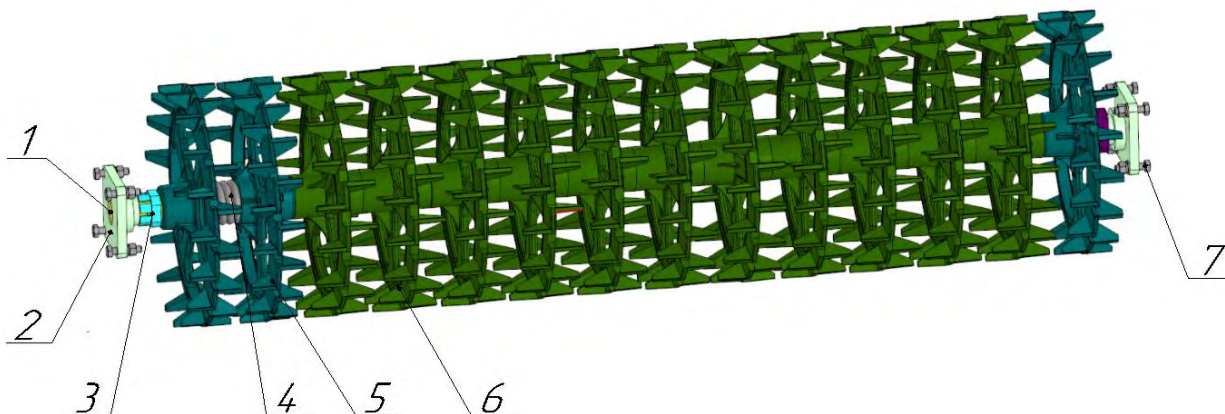

Рисунок 4.1- Батарея ККШ 08.000.
2.5.2 Диски вращаются на валу независимо друг от друга. Пружина обеспечивает прижатие дисков друг к другу для исключения перемещения дисков по оси вала (рисунок 4.1).